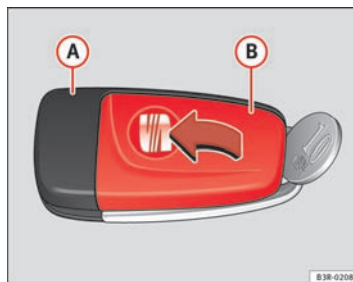

Fig. 69 Clé principale : ouverture du boîtier
- Séparez la partie clé ⇒ fig. 69 A du couvercle B avec précaution à l'aide d'une pièce de monnaie en faisant levier.